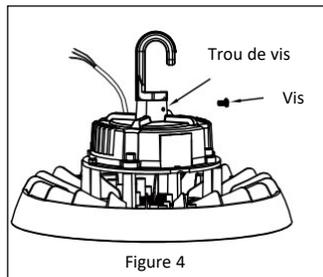

Figure 4
2. Install the set screw into the screw hole at the base of the hook. **See Figure 4.**
2. Installez la vis de pression dans le trou de vis à la base du crochet. **Reportez-vous à la Figure 4.**